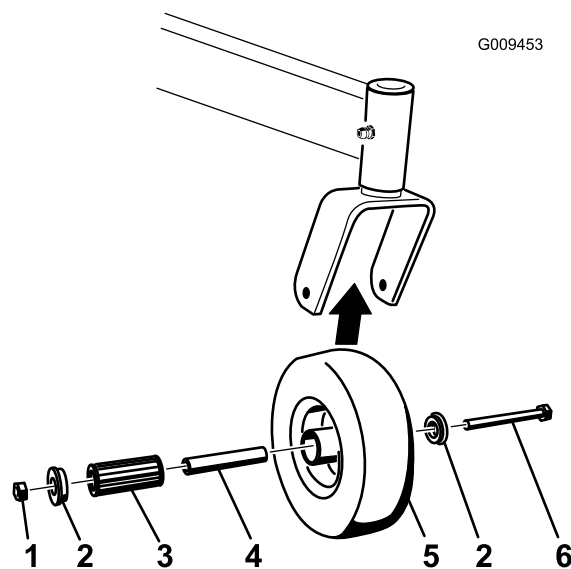

Figura 60
1. Retire la contratuercas y el perno que sujetan la rueda giratoria a la horquilla (Figura 60).
2. Retire un solo casquillo y tire del casquillo intermedio y del cojinete de rodillos para sacarlos del cubo de la rueda (Figura 60).
3. Retire el otro casquillo del cubo de la rueda y limpie la grasa y la suciedad del cubo de la rueda (Figura 60).
Nota: Cambie las piezas defectuosas o desgastadas (Figura 60).
5. Coloque un casquillo en el cubo de la rueda (Figura 60).
6. Engrase el cojinete de rodillos y el casquillo intermedio y deslícelos en el cubo de la rueda (Figura 60).
7. Coloque el segundo casquillo en el cubo de la rueda (Figura 60).
8. Instale la rueda giratoria en la horquilla y fíjela con el perno y la contratuercas (Figura 60).
9. Apriete la contratuercas hasta que el casquillo intermedio se apoye contra el interior de las horquillas de las ruedas giratorias (Figura 60).